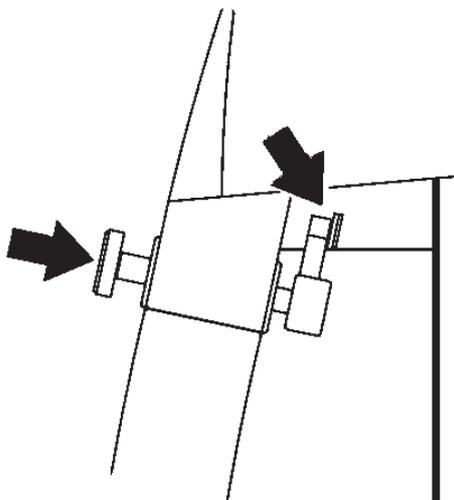

Figure 3.0-3
2. Pour débloquer et abaisser la barre avec l'outil : pressez le bouton avec le pouce de la main dans le sens de la flèche jusqu'à ce que la résistance augmente (Fig. 3.0-3).